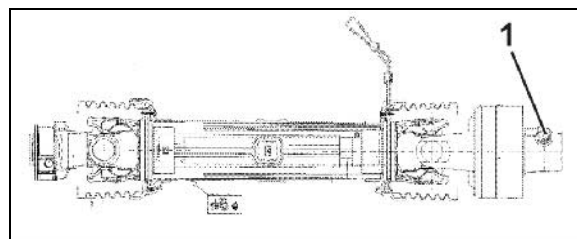

Рис. 27
2. Насадите карданный вал на первичный вал редуктора и закрепите его по оси с помощью болта (Рис. 27/1).